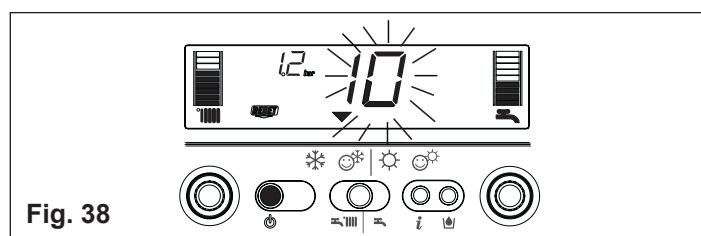

Fig. 38
2) Affichage uniquement de l'icône (fig. 38)